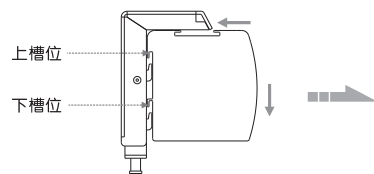
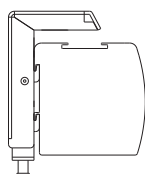

图8
图9
4. 在挂上银幕时，将银幕外壳稍微向上抬起，使银幕外壳靠近安装架顶部内侧边缘，再将银幕外壳往后推至安装架背部内侧边缘，然后再将银幕外壳慢慢往下放（如图8），使左右安装架的上扣和下扣分别与银幕外壳背部的上槽位和下槽位扣合（如图9）。同时检查安装架与银幕外壳相对应的扣位是否扣好。确认安装架的上扣完全插入银幕外壳的上槽，然后轻轻摇动银幕外壳，确认安装架下扣已插入银幕外壳的背部下槽，这时证明银幕已挂好，方可松开手。（如图9）